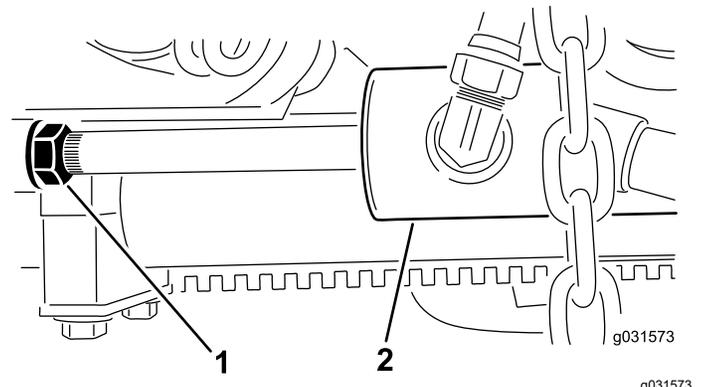

Рисунок 15
- B. Ослабьте затяжку контргайки на цилиндре (Рисунок 15).